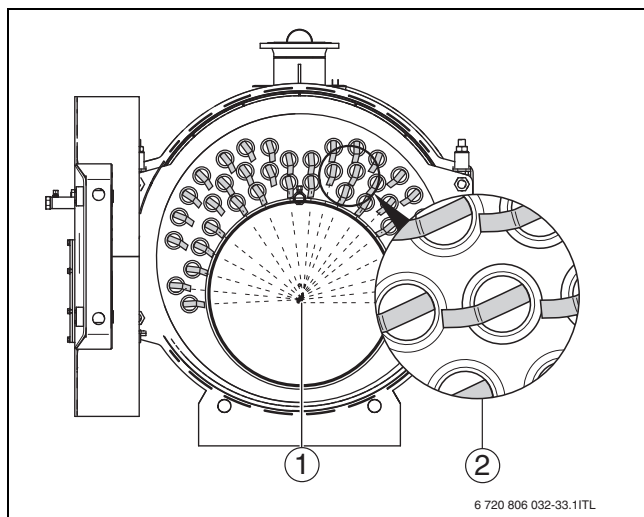

Fig. 33 Poziționarea turbulatoarelor
- Poziționați turbulatoarele în așa fel încât toate capetele (→ fig. 33, [2]) să fie orientate spre mijlocul camerei de ardere.